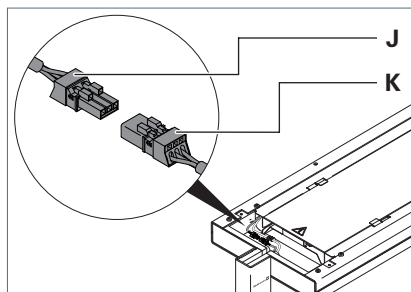

Fig. 5: Raccorder la tête du luminaire, partie 2.
- Connectez le connecteur femelle **J** à la fiche **K** sur la tête du luminaire, voir Fig. 5.